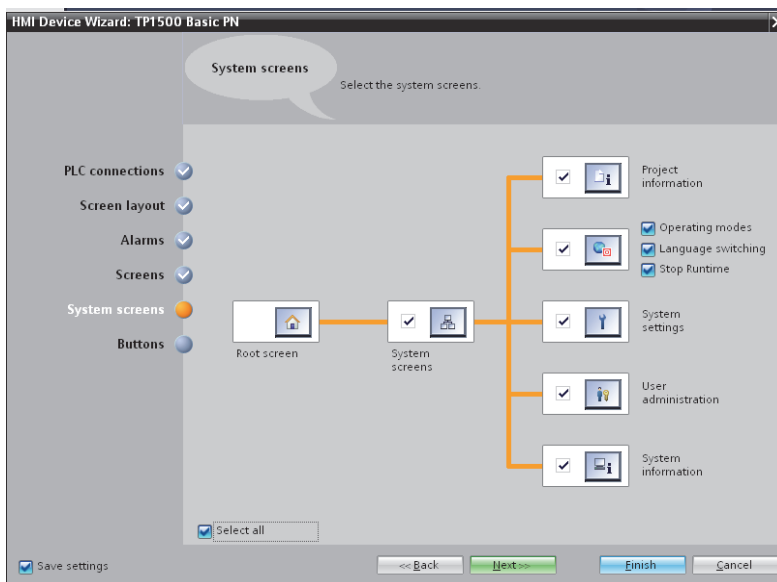

Рис. 1.32. Выбор необходимых опций
– выберите опцию «Select all» в диалоге «System screens» и нажмите «Next» (рис. 1.32).